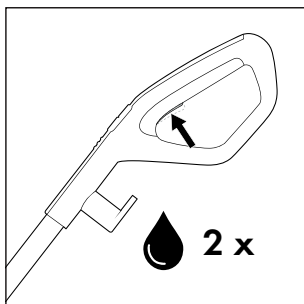
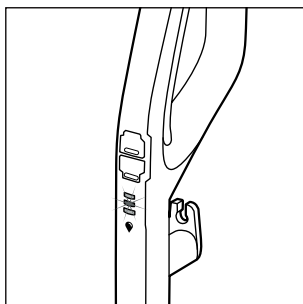

Fig. 18
Fig. 19
- ♦ Antes de cada uso, pulse brevemente dos veces el interruptor de la solución de limpieza **15** para activar la función de rociado permanente y preparar el rodillo de cepillos **6** con la solución de limpieza para su uso (consulte la fig. 18). El indicador de la solución de limpieza  **12** parpadea en azul de forma alterna cuando está activada la función de rociado permanente o mientras se mantiene pulsado el interruptor de la solución de limpieza **15** (consulte la fig. 19).